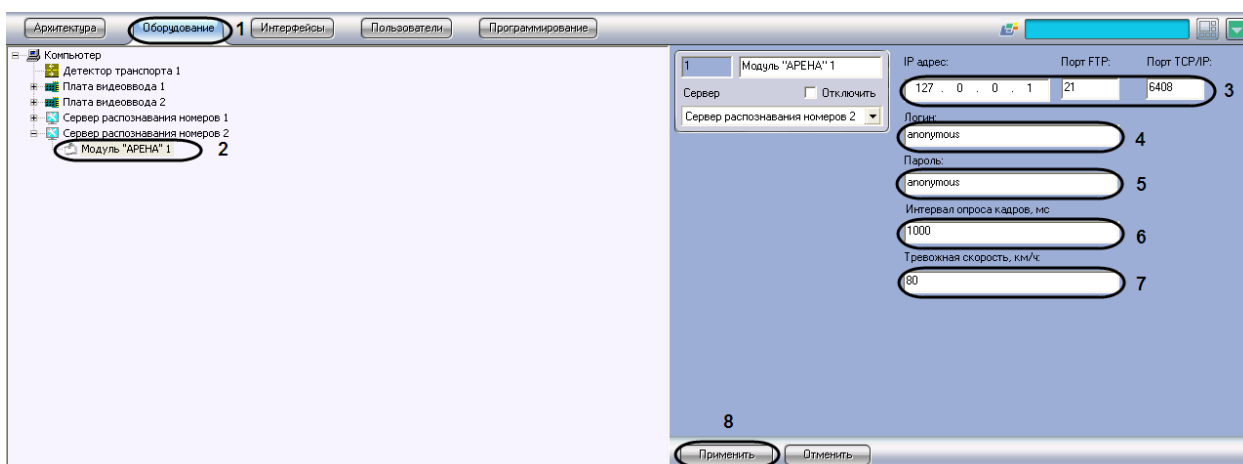

Рис. 7.2-2. Настройка программного модуля «Арена»
1. В диалоговом окне «Настройка системы» перейти на вкладку «Оборудование» (Рис. 7.2-2, 1).
2. В дереве объектов на вкладке «Оборудование» выбрать объект «Модуль „Арена“», соответствующий настраиваемому программному модулю «Арена» (Рис. 7.2-2, 2). В
3. В поле «IP адрес» ввести IP-адрес компьютера ИС «Арена» с установленным ftp-сервером (см. Рис. 7.2-2, 3).
4. В поле «Порт» ввести порт для подключения к данному ftp-серверу (см. Рис. 7.2-2, 3). По умолчанию используется порт 21.
5. В поля «Логин» и «Пароль» ввести имя пользователя и пароль для подключения к данному ftp-серверу (см. Рис. 7.2-2, 4-5).
6. В поле «Интервал опроса кадров, мс» ввести время между двумя последовательными запросами ПК «Авто-Интеллект» на скачивание фотографий с ИС «Арена» (см. Рис. 7.2-2, 6).
7. В поле «Тревожная скорость» ввести максимально допустимую скорость в км/ч движения транспортного средства (см. Рис. 7.2-2, 7). В том случае, если транспортное средство движется со скоростью, больше допустимой, в системе генерируется событие о превышении скорости движения.
8. Нажать кнопку «Применить» (см. Рис. 7.2-2, 8).